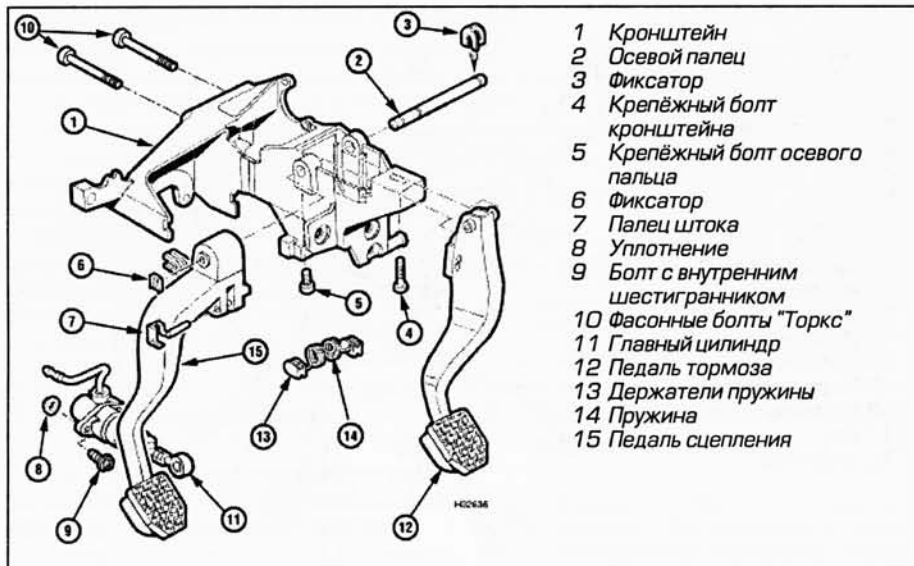

Рис. 3.9. Педальный узел и его крепление (левый руль)
- 9 Отвёрткой отсоедините фиксатор и отсоедините шток главного цилиндра сцепления от педали (рис. 3.9).